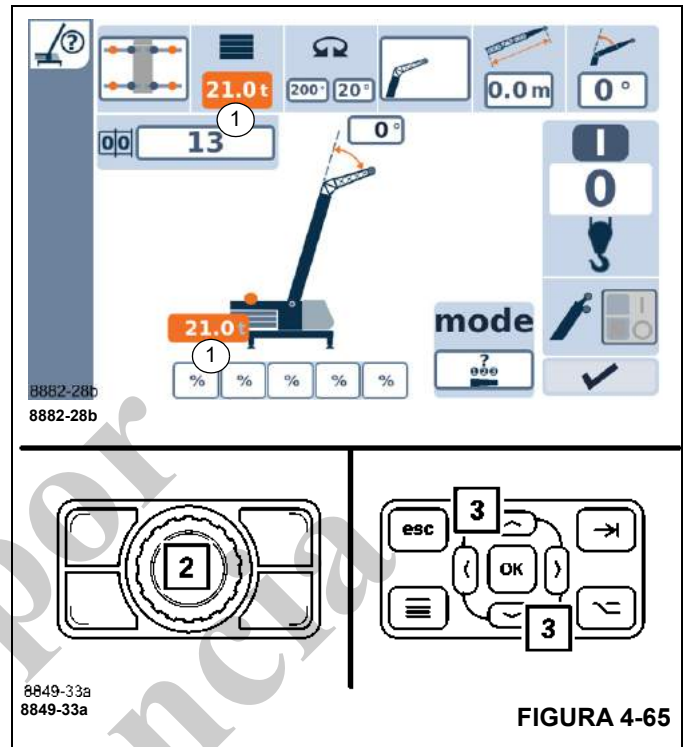

FIGURA 4-65
- Seleccione y confirme el símbolo (1), (Figura 4-65).
- Use los botones (2), (Figura 4-65) o (3), (Figura 4-65), para seleccionar la combinación requerida de contrapesos; por ejemplo, 21.0 klb.